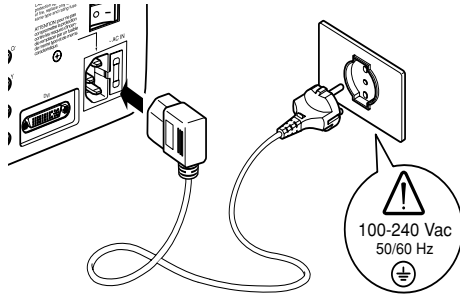

Fig. 3
- Ligar o projetor a uma rede elétrica de alimentação com tensão nominal compreendida entre os valores 100-240 Vac, 50/60 Hz e dotada de ligação a terra (Fig. 3)